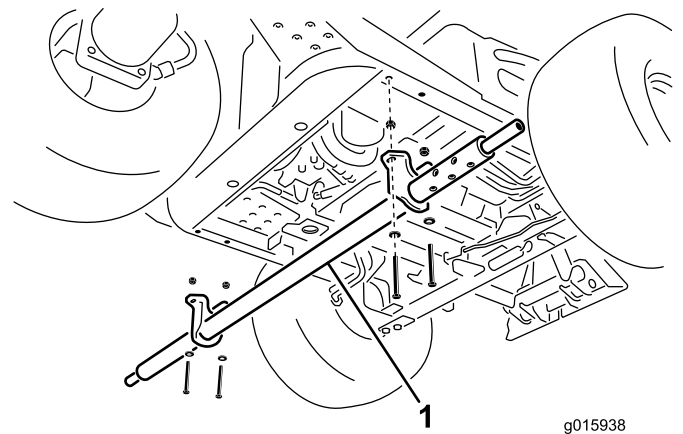

Bild 4
2. Befestigen Sie die Befestigungshalterungen des Querrohrs mit vier Schrauben (3/8" x 3"), Flachscheiben und Sicherungsmuttern (3/8") an den Rahmenrohren (Bild 4).